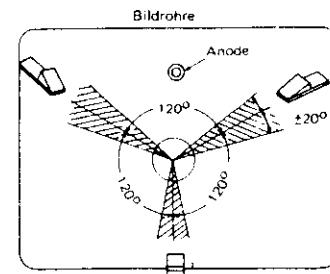
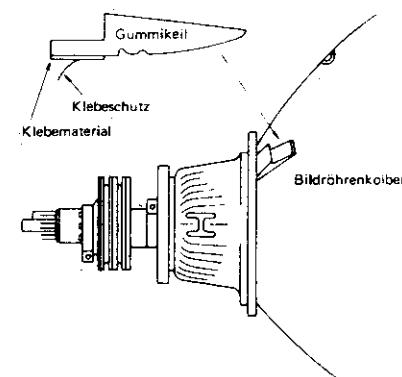

Abb. 11
Abb. 12
- (4) Führen Sie die Gummikeile zwischen Bildröhre und Ablenkeinheit an den in Abb. 11 vorgesehenen Stellen ein. Die Gummikeile müssen fest, d.h. ohne Spielraum, eingeprägt sein.
- (5) Achten Sie darauf, daß sich die Konvergenz nicht verändert. Sollte dies der Fall sein, verändern Sie den Sitz der Gummikeile und wiederholen Schritt (1) und (2).
- (6) Haben Sie die richtige Stelle für die Gummikeile gefunden, so entfernen Sie den Klebeschutz an den Keilenden. Kleben Sie die Keile an die gefundene Stelle fest. (Siehe Abb. 12)